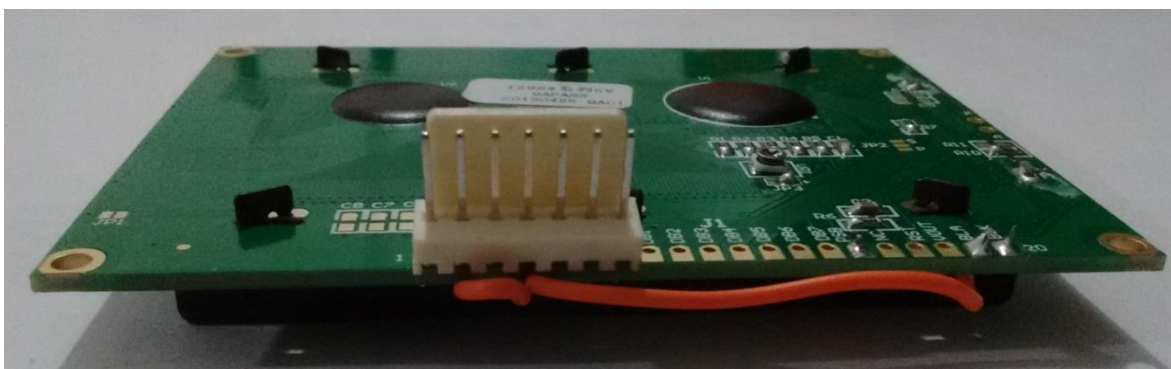

Figura 29 - Jumpers e conector KK 7 vias macho nos terminais do Display.
1. Fazer jumpers entre os terminais do Display conforme diagrama e soldar um conector KK macho 7 vias conforme Figura 29